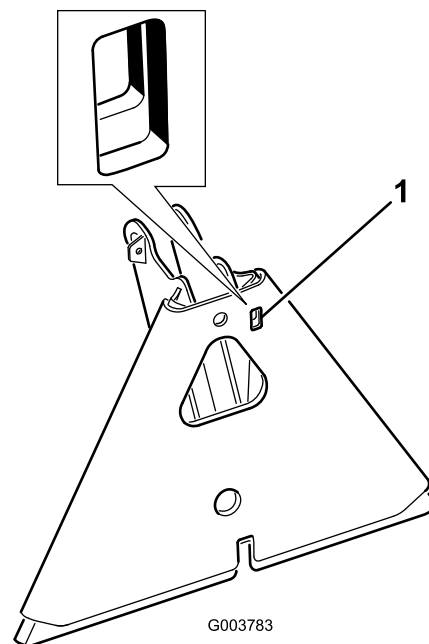

Figura 19
**Nota:** Si el adaptador del accesorio se adhiere al adaptador de la unidad de tracción, introduzca una palanca o un destornillador en la ranura para separar las piezas (Figura 19).